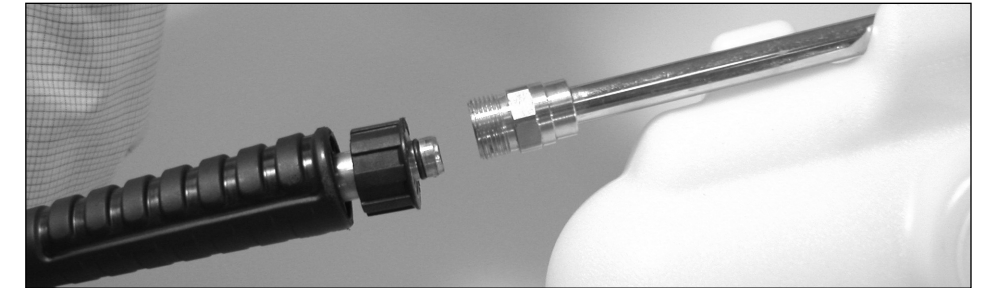

Figura 7 - Conecte la lanza a la pistola
7. Conecte la lanza con la boquilla a la pistola (vea la Figura 7).